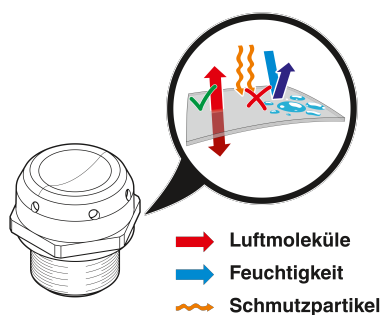

Bild 1 Funktionsprinzip des Druckausgleichselements
- Zur Vermeidung von Kondenswasser sind die Gehäuse der GAKs standardmäßig mit einem Druckausgleichselement ausgestattet. Das Funktionsprinzip ist in Bild 1 erläutert.